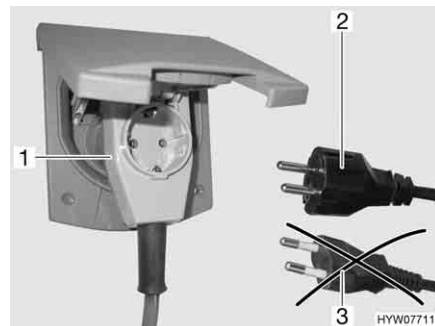

Fig. 143 Collegamento ad un connettore ad angolo provvisto di presa
- Se si impiega un connettore ad angolo CEE 17 provvisto di una presa integrata sulla parte posteriore (Fig. 143,1), utilizzare esclusivamente una spina IP 44 gommata e sigillata con contatto di terra (Fig. 143,2). Non utilizzare spine senza contatto di terra (Fig. 143,3). Pericolo di scarica elettrica!